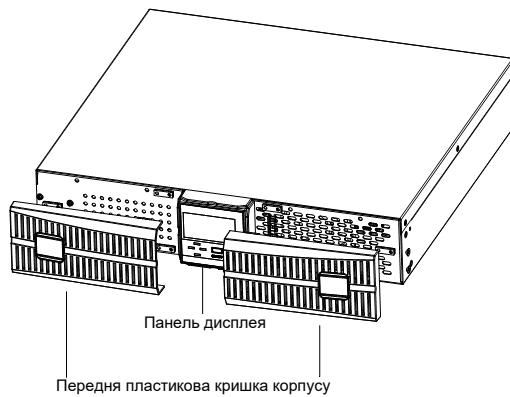

Рис. 2-2: Зняття передньої панелі
- a. Зніміть передні панелі, як показано на рис. 2-2